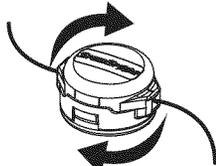

Fig. 18
Gire toda la unidad a modo de que el accesorio de corte se ubique a un ángulo de 30° con el suelo (Fig 18).
- Quite la tapa dejando que salga o es posible que sea necesario mover un poco la tapa y luego sacar la bobina (Fig. 18)